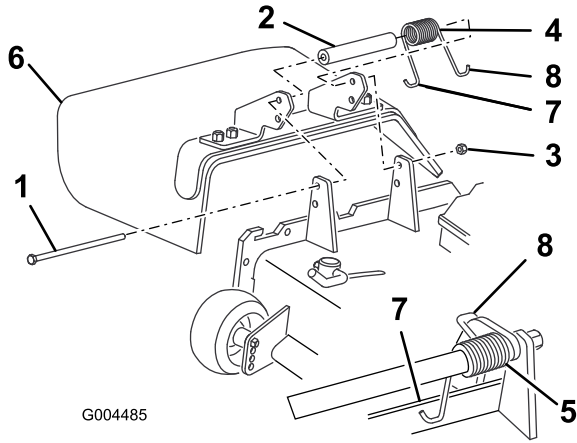

図 76
2. デフレクタをピボットブラケットに固定しているロックナット、ボルト、スプリング、スペーサを外す（図 76）。
3. 新しいデフレクタのブラケットの間にスペーサとスプリングを入れる (図 76)。
注 必ず、スプリングの左側 J-フックをデッキエッジの後ろに引っ掛け、それからボルトを図 76 のように取り付けてください。
注 スプリングの右側の J-フックの端部をデフレクタに引っ掛けてください (図 76)。